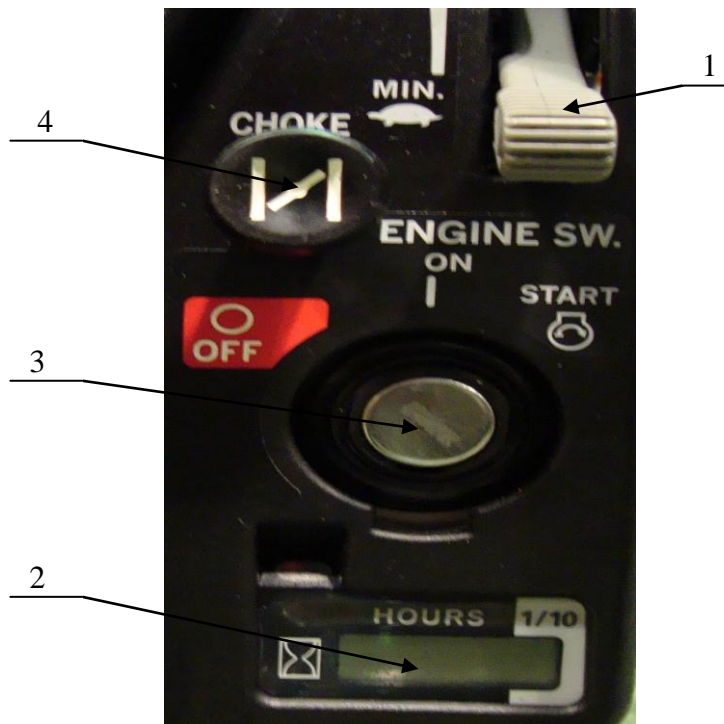

Рис. 2.3
2.4. Регулятор оборотов двигателя (номер 1 на Рис.2.3.)
2.5. Воздушная (дроссельная) заслонка карбюратора (номер 4. на Рис.2.3.).
5.2. Вытяните ручку дроссельной заслонки (номер 4 на рис. 2.3)
5.4.1. Поверните ключ зажигания (номер 3 рис. 2.3) из позиции «ВЫКЛ» в позицию «ВКЛ». Вслед за этим переведите ключ в позицию «ЗАПУСК».